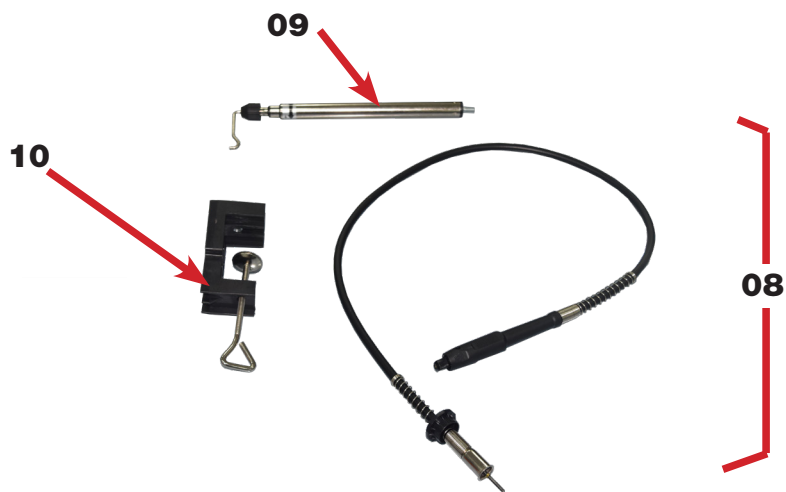

FIGURA 04 – Acessórios para Suspensão da máquina
A Micro Retífica (01) acompanha 3 acessórios, o Eixo Flexível (08), a Haste Telescópica (09) e a Base Fixadora da Haste (10) (figura 04).